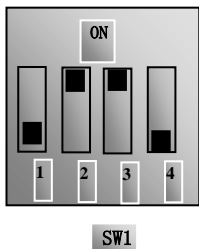
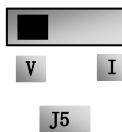

图 5-9
图 5-10
(4) 对于E2000-P系列变频器控制端子排附近有一个四位红色拨码开关SW1，如图5-9所示。拨码开关选择模拟量输入端子AI1、AI2输入范围（0~5V/0~10V/0~20mA）；通过F203 选择输入通道，通过F439设置输入信号类型为电压信号还是电流信号。出厂时拨码开关的位置如图5-9，即AI1为0~10V输入，AI2为0~20mA输入。
(5) 闭合 D14 开关，电机开始反向运转；
(6) 在运行中，可调节设定电位器，修改变频器当前设定频率；
(7) 在运行中，断开 D14 开关，再闭合 D16 开关，电机运行方向改变；
(8) 断开 D14 开关和 D16 开关，电机减速，直到停止运行；
(9) 断开空气开关，变频器断电。
(10) E2000-P 有两路模拟量输出端子 A01、A02，A02 端子只可以输出电流信号；A01 端子既可以输出电压信号也可以输出电流信号，电压电流输出选择开关是 J5，见图 5-10，A0 输出关系如表 5-3、5-4；